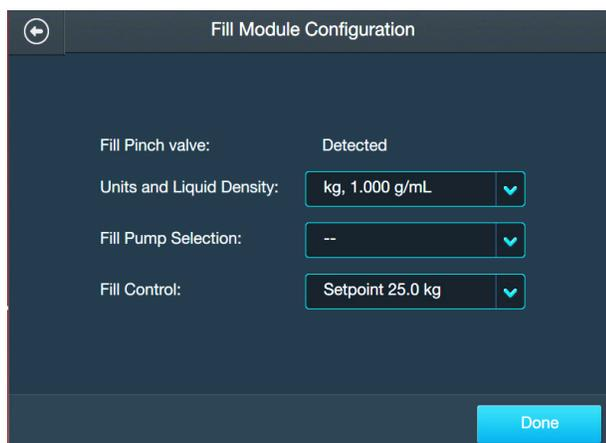

Abbildung 3.30. Bildschirm „Fill Module Configuration“ (Konfiguration des Moduls „Füllen“).
Verwenden Sie die folgenden Informationen und Schritte, um das Modul „Fill“ (Füllen) zu konfigurieren. Alle nachstehend aufgeführten Felder sind in Abbildung 3.30 dargestellt. Bevor Sie das Modul „Fill“ (Füllen) konfigurieren können, muss das Modul „Mass“ (Masse) eingerichtet sein. **Hinweis:** Sie können während der Konfiguration eines Moduls jederzeit im unteren Bereich des Konfigurationsbildschirms auf „Done“ (Fertig) tippen. Dadurch werden Ihre Eingaben gespeichert, und Sie können beim nächsten Öffnen der Modulkonfiguration dort weitermachen, wo Sie aufgehört haben.
1. Gehen Sie auf dem Bildschirm „Home“ (Start) der Touchscreen-Konsole zum Modul „Fill“ (Füllen) und tippen Sie auf „Configure“ (Konfigurieren). Der Bildschirm „Fill Module Configuration“ (Konfiguration des Moduls „Füllen“) wird angezeigt (Abbildung 3.30). Tippen Sie auf das Feld „Units and Liquid Density“ (Einheiten und Flüssigkeitsdichte).